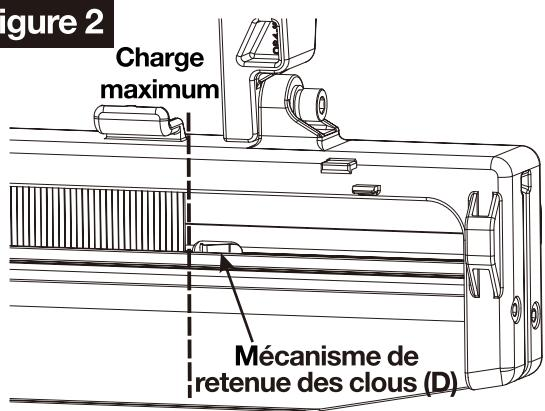

Figure 3
3. Cet outil utilise un levier de dérivation à ressort pour charger et décharger les clous. Une fois que les clous ont été insérés correctement, tirez sur le poussoir(B) pour qu'il soit complètement à l'arrière du magasin, ou il s'appuie contre le levier de dérivation du poussoir (C). (Voir figure 3)